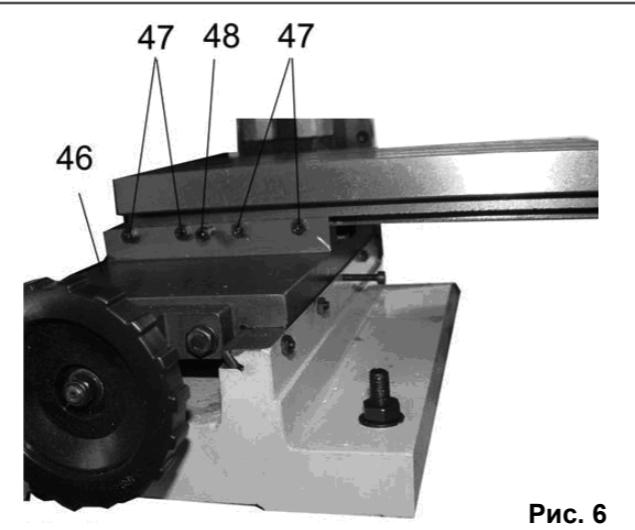

Рис. 6
10.1.8. Зафиксируйте положение рабочего стола (23) по воротом по часовой стрелке болта фиксации поперечно-го перемещения рабочего стола (48), Рис. 6.